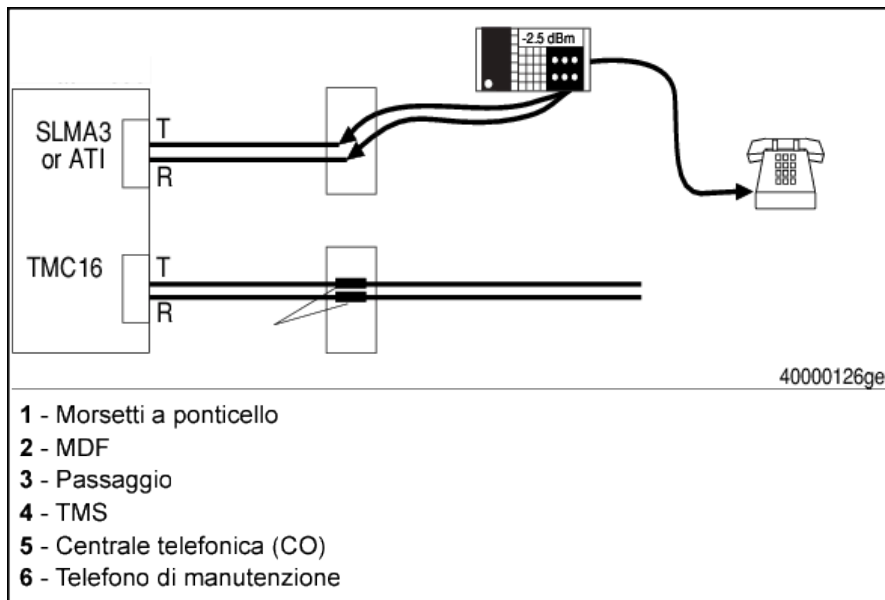

Figure 218: Disposizione di controllo per le misurazioni ERL/SRL sui canali delle linee di commutazione
4) Collegare il dispositivo di controllo all'attacco previsto del telefono di manutenzione (Figure 218: Disposizione di controllo per le misurazioni ERL/SRL sui canali delle linee di commutazione on page 287).